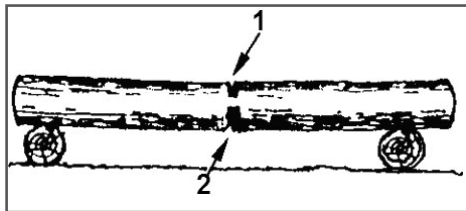

Рис. 15 Пропилы при раскрывке дерева на двух опорах
1. Бревно лежит на двух опорах (Рис. 15). Разгрузочный пропил (1) на $1/3$ бревна делается сверху. Основной пропил (2) делается снизу навстречу разгрузочному пропилу.